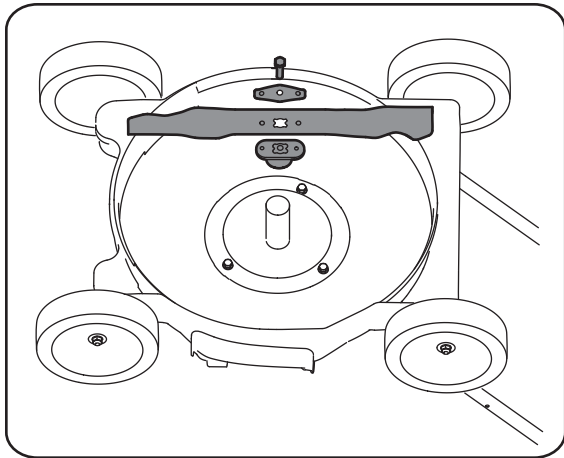

Figure 11
3. Enlevez le boulon et le support de la lame vilebrequin. Voir la Figure 11.
9. Placez l'adaptateur de la lame sur le vilebrequin, «l'étoile» à l'opposé du moteur. Voir la Figure 11. Placez la lame, le côté sur lequel